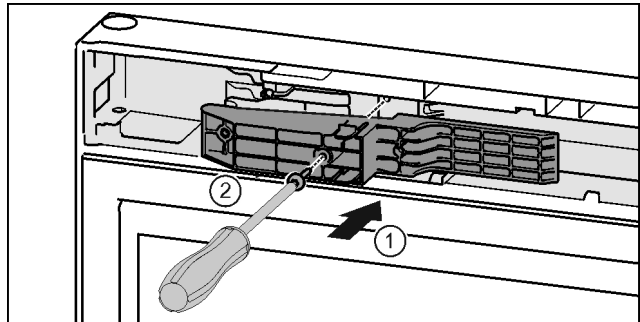

Fig. 48 \*
- ▶ Futni pjesën përshtatëse në fole në anën e dorës. Fig. 48 (1)\*
- ▶ Mbërtheni fort vidat me një kaçavidë T15. Fig. 48 (2)\*